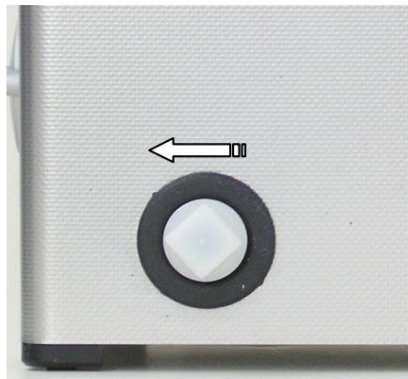

Ilustración 5.1
1. Desenrosque (hacia la derecha) la tapa roscada de plástico (vea la ilustración 5.1)